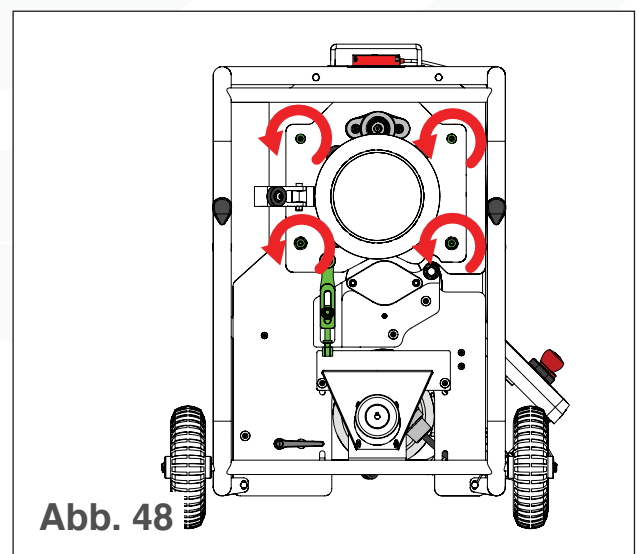

Abb. 48
3. Lösen Sie die Sechskantschrauben auf beiden Seiten der Trommel (siehe Abb. 48).